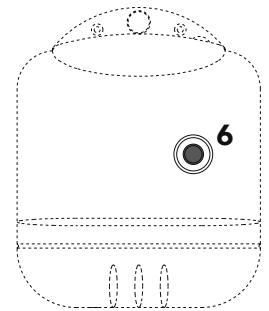

fig. 1
Voor korte periodes van stilstand volstaat het de schakelaar **5** (fig. 1) op het bedieningspaneel in de stand "0" te zetten.
- a De branderblok aangeduid door het controlelampje **6** (fig. 1). De handleiding van de brander raadplegen.